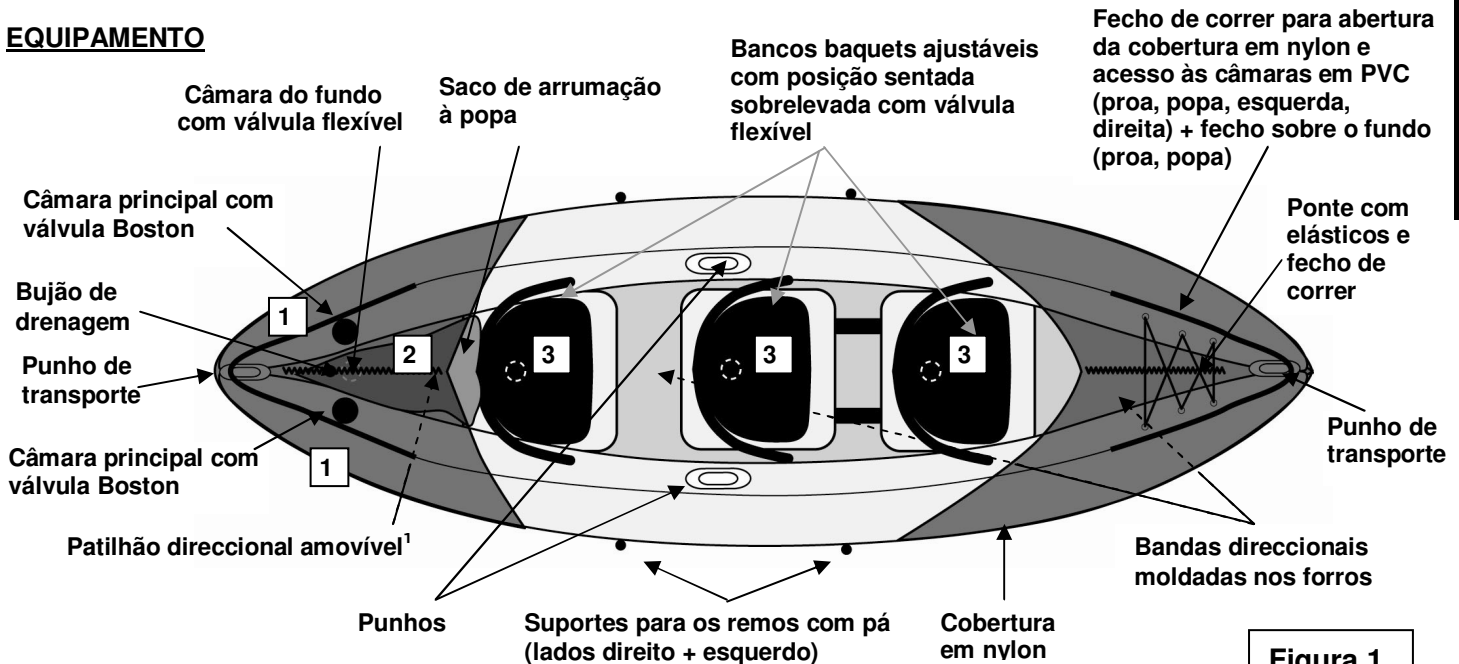

Figura 1
- a) Válvula(s) Boston (figura ao lado): desparafuse a tampa da válvula (1), aparafuse o corpo da válvula (2) na base da válvula (3); mantenha esta a tampa acessível. Introduza a extremidade do tubo da bomba na válvula e enche até atingir o nível de pressão recomendado (ver ponto 3). Após o enchimento, feche bem todas as válvulas com as suas tampas (nos sentidos dos ponteiros do relógio). **N.B.:** uma ligeira fuga de ar antes do fecho das válvulas com as suas tampas é normal. Apenas a tampa das válvulas assegura a **ESTANQUIDADE**.
3. Encha de ar o produto segundo a ordem de enchimento indicada na placa de matrícula impressa no produto (ver igualmente a figura 1, a numeração das válvulas).